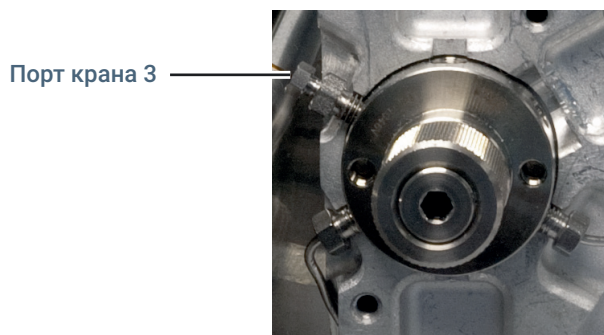

Рис. 25. Порт крана 3
- 6 Линия передачи подсоединяется к порту 3 на кране (в положении «10 часов»), как показано на **Рис. 25**.